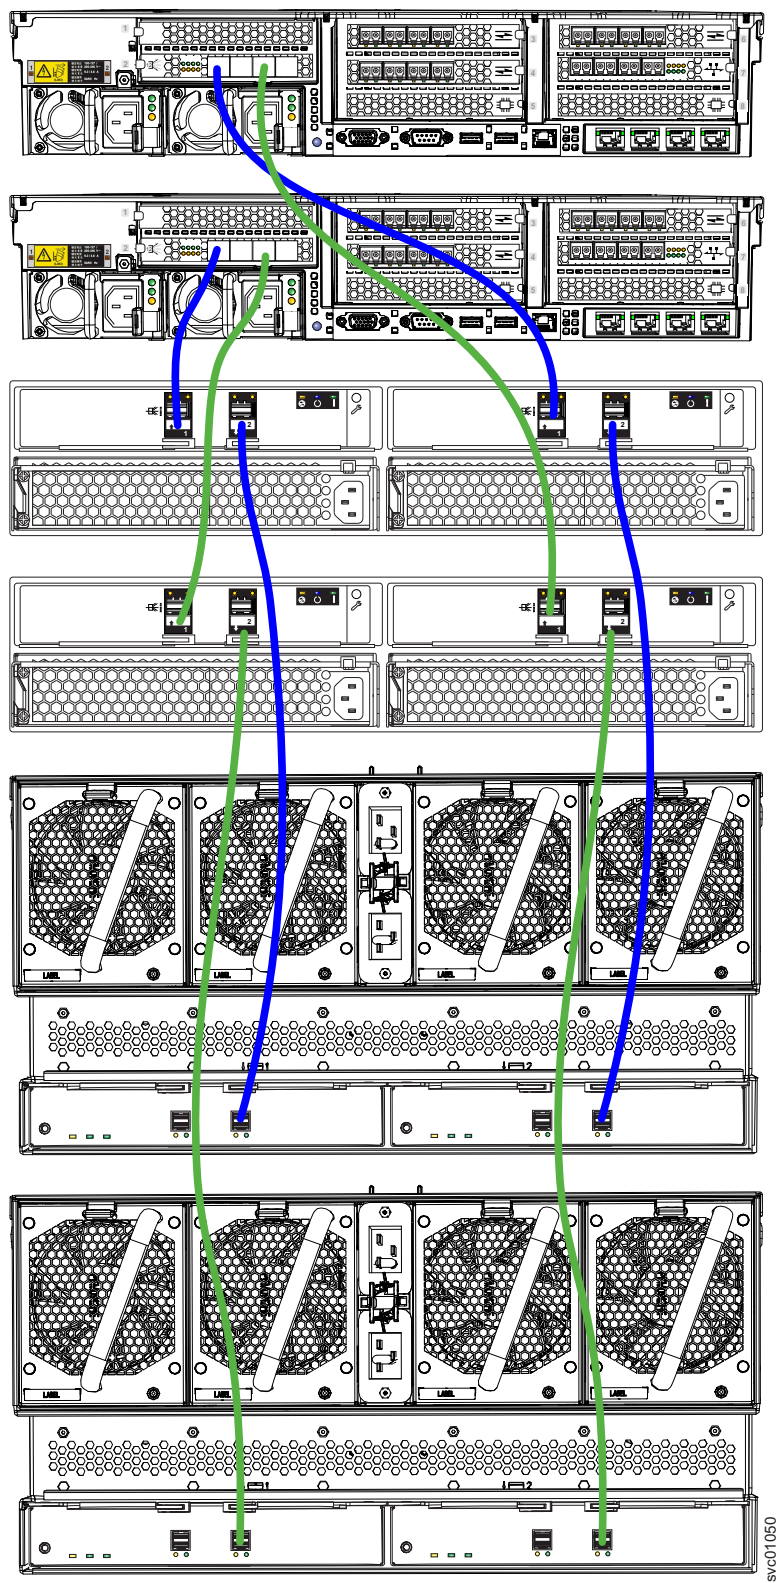

图 136. 连接 SAS 电缆
1. 安装电缆，如第 135 页的图 136 中所示。
注：提供第 135 页的图 136 是为了显示 SAS 机柜与每个节点机柜之间的电缆连接。它并不代表机架中机柜的精确安装顺序。但是，由于尺寸和重量的原因，始终会将 2145-92F 机柜放置在机架底部附近。
如第 135 页的图 136 所示，您可以在单个 SAS 链中组合使用 、2145-12F 和 2145-92F 机柜。各种组件的组合链权重将成为限制因素。可连接到节点 SAS 端口的最大 SAS 链权重为 10：
(如第 135 页的图 136 中所示)